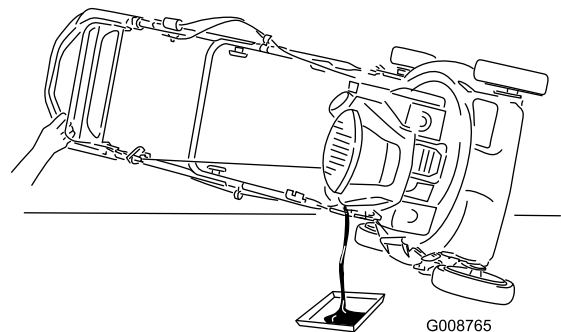

Figura 38
7. Coloque la máquina de lado con la varilla de aceite hacia abajo para drenar el aceite usado a través del tubo de llenado al recipiente (Figura 38).